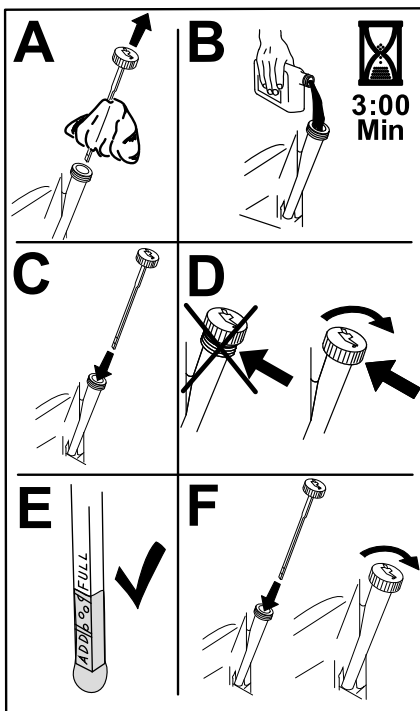

Рисунок 49
6. Медленно залейте приблизительно 80% масла указанного типа в заливную горловину и затем медленно добавляйте масло, чтобы довести его уровень до отметки «Полный» (Рисунок 49).